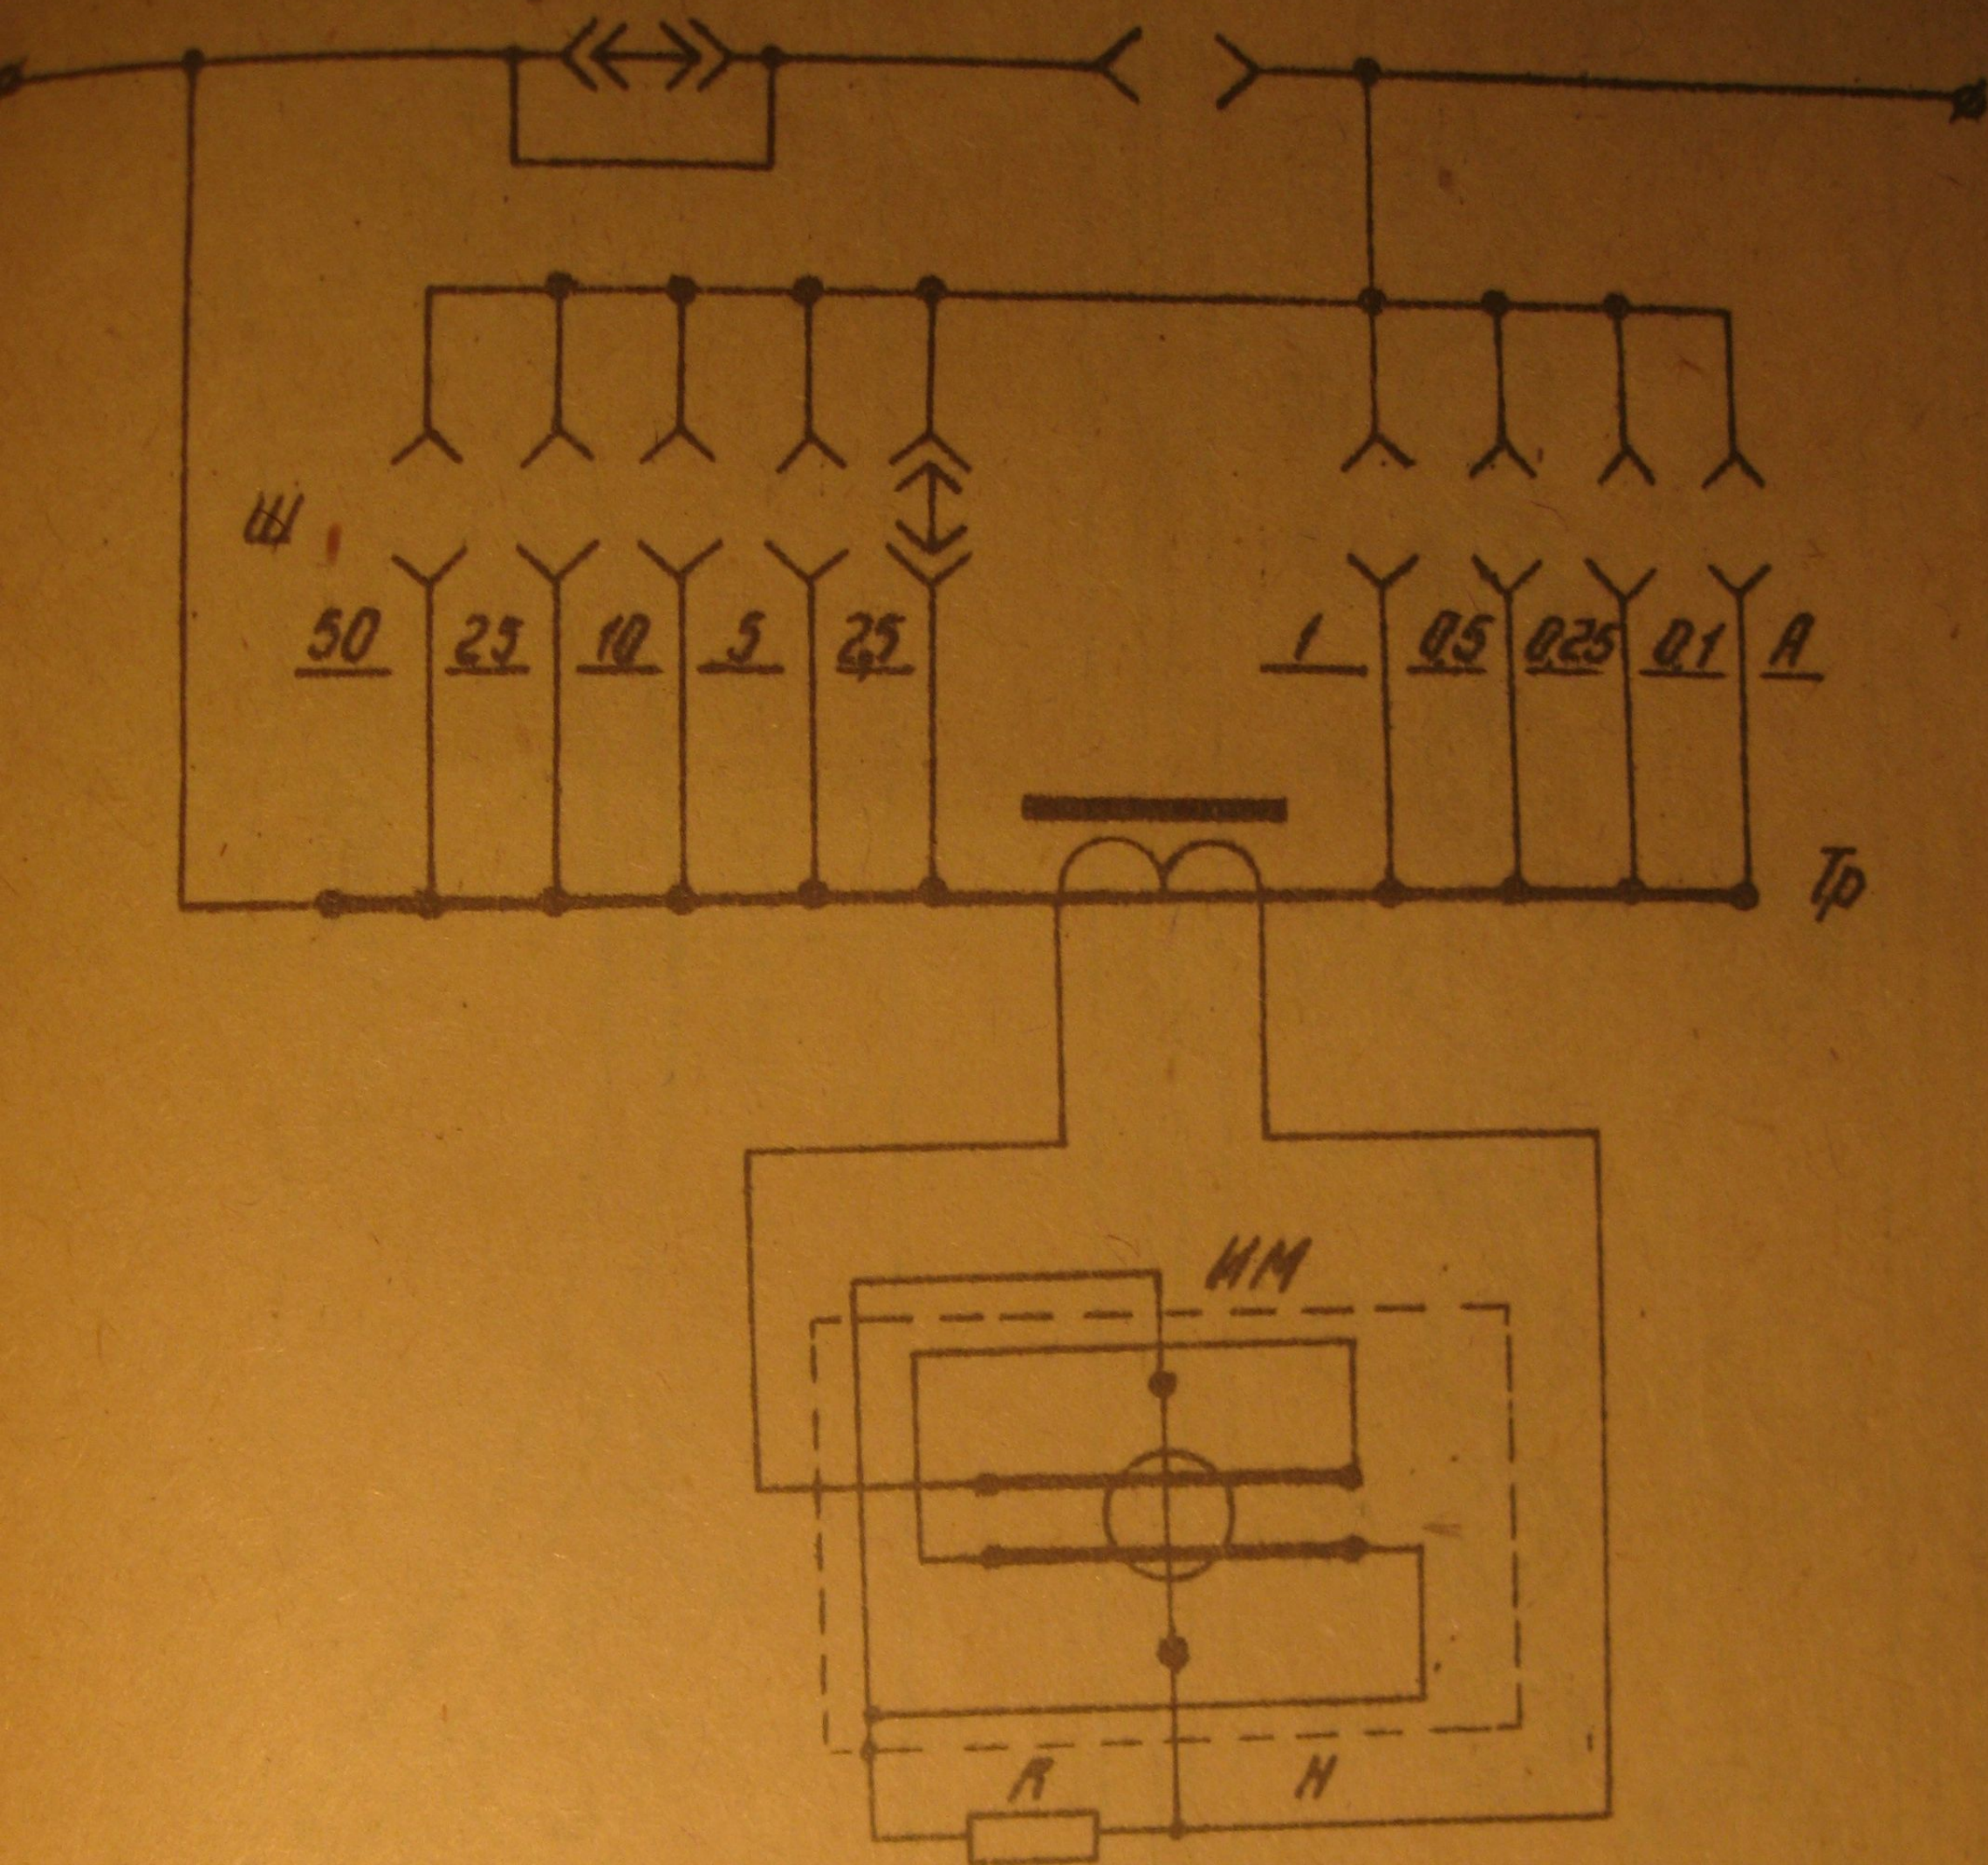

Рис.1. Схема электрическая принципиальная
2.12. Схема электрическая принципиальная амперметра приведена на рис.1.